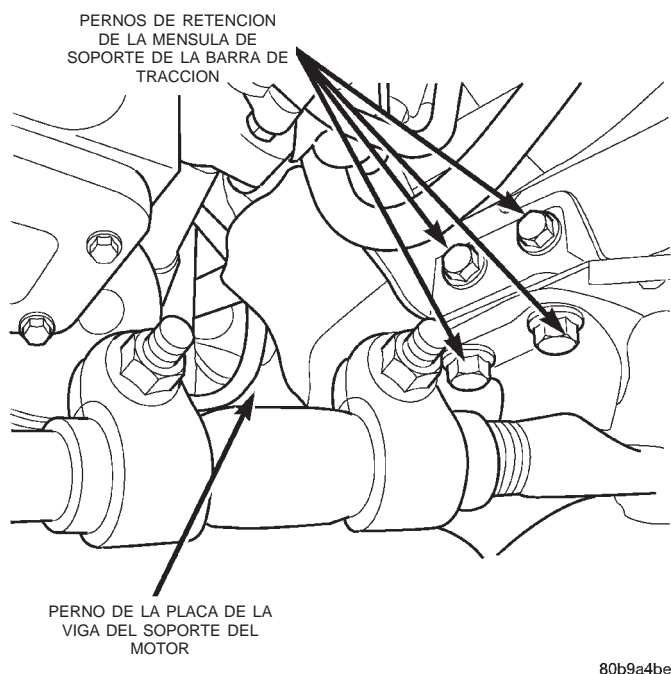
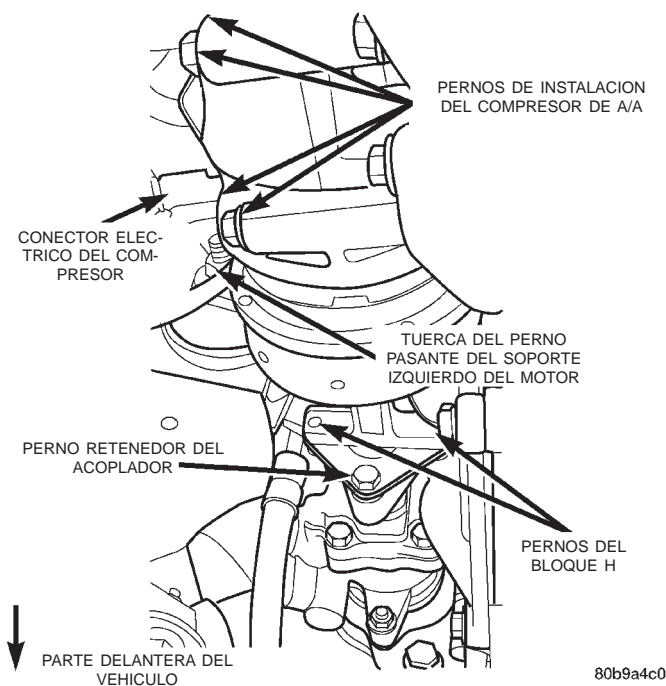
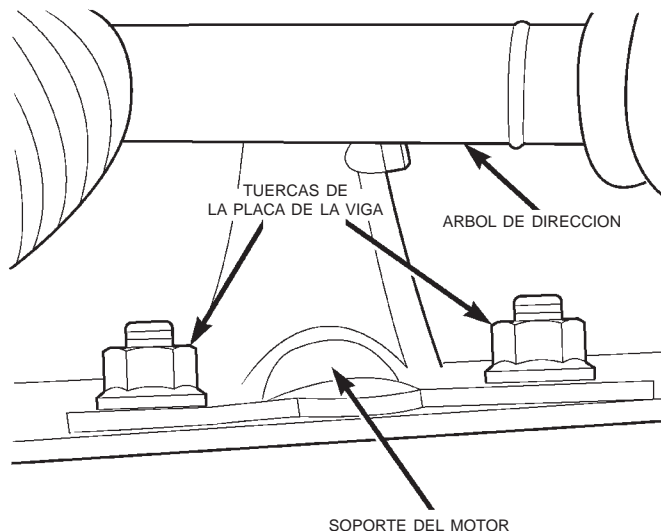

Fig. 11 Pernos de retención del soporte izquierdo del motor
Fig. 12 Posición y orientación del compresor de A/A
Fig. 13 Tuercas de la placa de la viga del soporte izquierdo del motor
(1) Emplace el soporte del motor y la ménsula e instale el perno pasante del soporte del motor y la tuerca, dejándolos flojos por el momento.
(2) Instale pero no apriete el perno de la placa de la viga inferior del soporte del motor y los pernos de la ménsula de soporte de la barra de tracción (Fig. 11).
(3) Instale los (4) pernos de la ménsula de soporte del motor. Apriete con una torsión de 61 N·m (45 lbs. pie).
(4) Apriete los pernos de la placa de la viga inferior del soporte del motor con una torsión de 41 N·m (30 lbs. pie) (Fig. 11).
(5) Apriete los pernos más grandes de la ménsula de soporte de la barra de tracción con una torsión de 125 N·m (92 lbs. pie) (Fig. 11).
(6) Retire el gato fijo.
(7) Emplace el bloque H y el compresor de A/A en sus posiciones originales e instale los pernos de retención (Fig. 12).
(8) Apriete los pernos de instalación del compresor de A/A con una torsión de 41 N·m (30 lbs. pie) (Fig. 12).
(9) Apriete todos los pernos de retención del bloque H con una torsión de 18 N·m (159 lbs. pulg.).
(10) Apriete la tuerca del perno pasante del soporte del motor con una torsión de 65 N·m (48 lbs. pie) (Fig. 12).
(11) Instale el árbol de dirección. Apriete el perno retenedor con una torsión de 49 N·m (36 lbs. pie).
(12) Baje el vehículo del elevador.
(13) Instale las tuercas de la placa de la viga superior del soporte del motor. Apriete con una torsión de 41 N·m (30 lbs. pie) (Fig. 13).